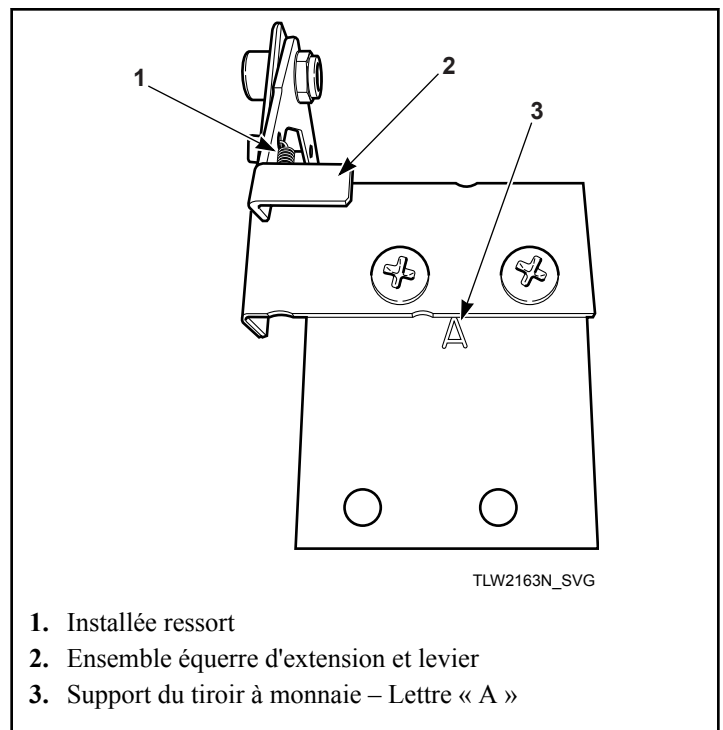

Figure 30
5. Fixer l'ensemble équerre d'extension et levier au support du tiroir à monnaie à l'aide de deux vis et de deux contre-écrous. Se reporter à la *Figure 30*.
**IMPORTANT : Installer le support du tiroir à monnaie de façon à ce que la lettre « A » soit vers le haut et pointe vers l'ensemble équerre d'extension et levier. Se reporter à la *Figure 30*.**